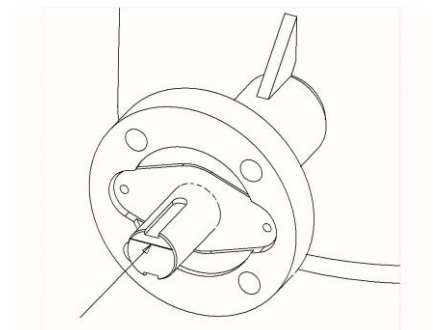

Fig. 7: Wskaźnik położenia dysku.
- Użyj koła ręcznej przekładni aby ustawić przepustnicę w pozycji zamkniętej. Dokonując pomiaru odległości X od czoła przepustnicy do powierzchni dysku, sprawdź prawidłową pozycję zamknięcia. (Fig. 6). Odległość ta musi być równa po obu stronach dysku. Przybliżona pozycja dysku może być zdefiniowana przez położenie rowka na końcu wałka (Fig. 7). Dysk jest równoległy do tego rowka.